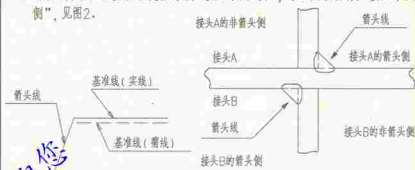

图1 指引线
- 完整的焊缝符号包括基本符号、指引线、补充符号、尺寸符号及数据等。为了简化，在图样上标注焊缝时通常只采用基本符号和指引线。指引线由箭头线和基准线（实线和虚线）组成，见图1。